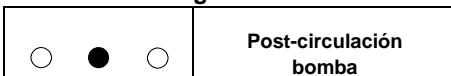

**Fig. 5.46** Tablero de mandos
- 1 Antes de alimentar eléctricamente la caldera coloque las llaves **a** y **b** como se indica en la **Fig. 5.46**
- 3 Pulsar el botón de restablecimiento **c**, **Fig. 5.46** de forma repetida (3 veces) hasta que los indicadores luminosos de señalación **e** muestren una secuencia como la de **Fig. 5.47**.